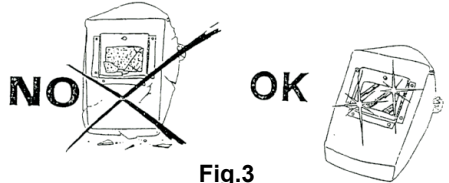

Fig.3
• Es necesario mantener siempre limpio el filtro de color (vidrio inactivo); si está roto o deteriorado (Fig.3) debe sustituirse por otro con el mismo grado de opacidad. El filtro de color debe protegerse contra golpes y proyecciones de soldadura mediante un cristal transparente, colocado en la parte delantera de la pantalla; este último debe sustituirse cuando la visibilidad durante la soldadura disminuye.